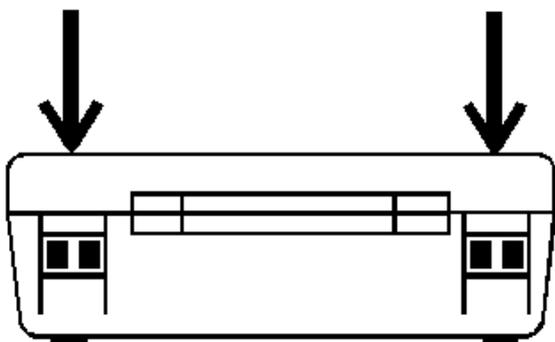

Fig. 1: Abertura do instrumento, vista frontal
- A mala é aberta desbloqueando os dois fechos indicados pelas setas da Fig. 1.